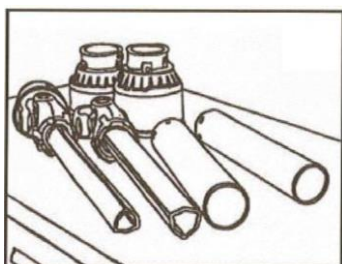

Рис. 26. Приводной карданный вал в разобранном виде
- Снимите защитное устройство с внешней и внутренней части (Рис. 26)